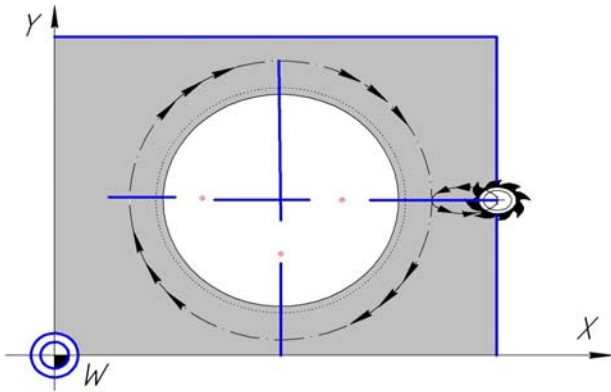

Рис. 4.62. Движение инструмента в плоскости XWY при обработке круглой цапфы
2. Из центра цапфы инструмент перемещается в плоскости обработки в точку старта (рис. 4.62). Точка старта лежит на 2-кратном радиусе инструмента справа от цапфы.